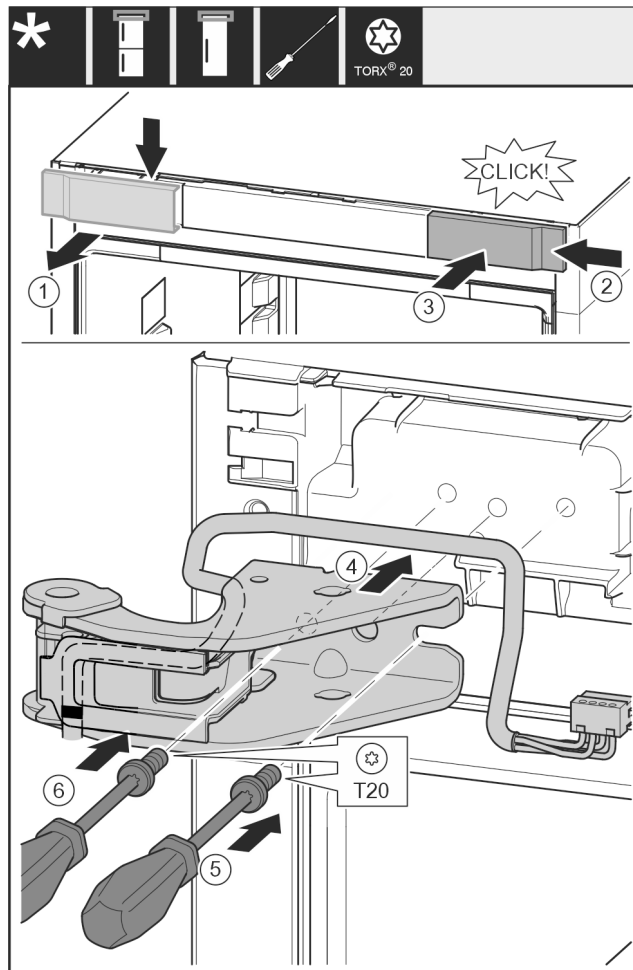

Fig. 32
- Αφαιρέστε το κάλυμμα από επάνω προς τα εμπρός. Fig. 32 (1)
- Αναρτήστε το κάλυμμα υπό γωνία 180° στην άλλη πλευρά από δεξιά. Fig. 32 (2)
- Κουμπώστε το κάλυμμα. Fig. 32 (3)
- Τοποθετήστε το επάνω στήριγμα. Fig. 32 (4)
- Τοποθετήστε τη βίδα με κατσαβίδι T20 και σφίξτε τη. Fig. 32 (5)
- Τοποθετήστε τη βίδα με κατσαβίδι T20 και σφίξτε τη. Fig. 32 (6)